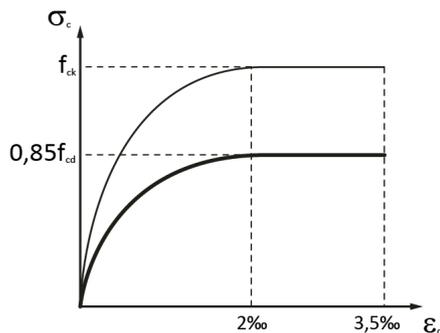

Figure 79 : le diagramme parabolé-rectangle
Pour le béton, ConCrete se base sur un diagramme en parabole-rectangle. La transition entre la parabole et le rectangle est faite au point où la déformation atteint 2‰ (Figure 79).
- le raccourcissement ultime du béton en compression est égal à 3.5‰ (Figure 79);